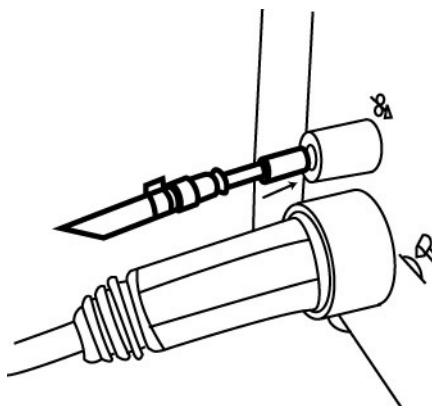

Fig.1
laisser dépasser celui-ci de 30 mm et l'insérer dans le cône de serrage (livré avec le guide fil). Ensuite, introduire l'ensemble guide fil + cône de serrage à l'intérieur du raccord sur la face avant du TP 1002 ou TP 1002 D (fig.1) puis bloquer.
- allonger la torche de manière à ce qu'elle soit bien droite puis tirer sur le guide fil pour s'assurer qu'il est bien bloqué au départ (fig.1).